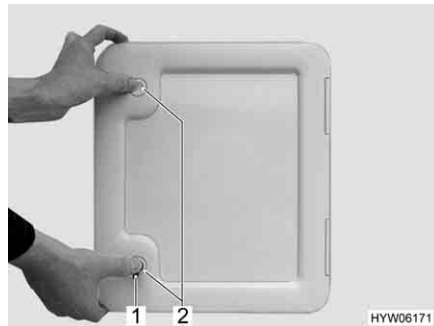

Fig. 37 Sportello per la cassetta della toilette
- Inserire la chiave nel cilindro della serratura a pressione (Fig. 37,1) e ruotare di un quarto di giro.
- Premere contemporaneamente con i pollici entrambe le serrature a pressione (Fig. 37,2) e aprire lo sportello della cassetta della toilette.
- Inserire la chiave nel cilindro della serratura (Fig. 37,1) e ruotare di un quarto di giro.